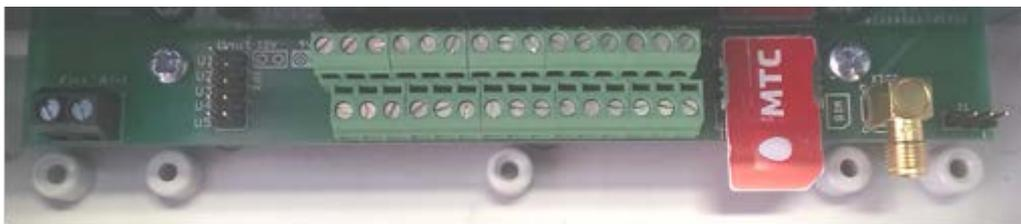

Рисунок 6. Установка SIM-карты в держатель
6.5 Установите SIM-карту (в комплект поставки не входит) в держатель (см. Рисунок 6).